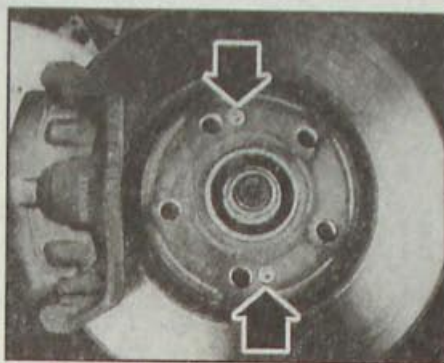

Рис. 12.8. Расположение болтов крепления тормозного диска
- Выверните два болта Torx T30 крепления тормозного диска к ступице переднего колеса (рис. 12.8).